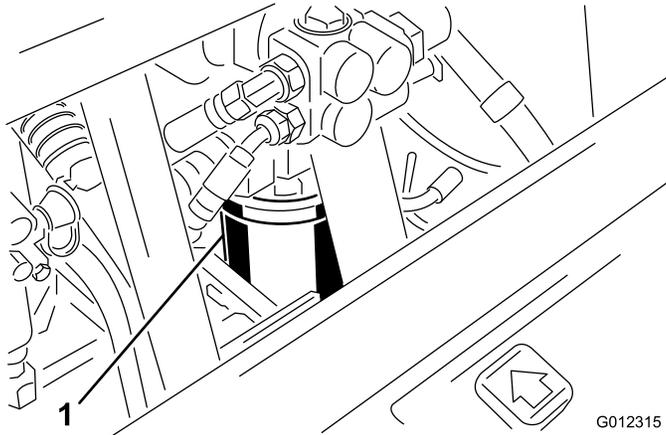

Bild 44
2. Reinigen Sie den Anbaubereich des Filters (Bild 44). Stellen Sie ein Auffanggefäß unter den Filter und entfernen den Filter.